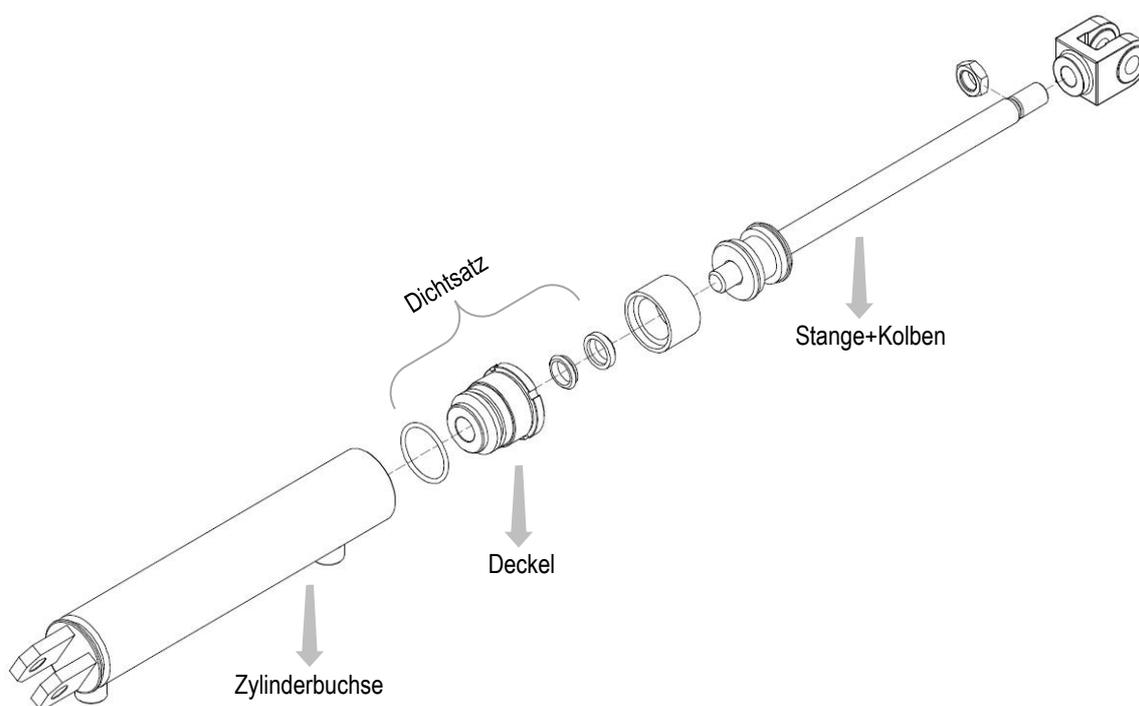

Abbildung 25
9. Beziehen Sie sich auf die *Abbildung 25*.